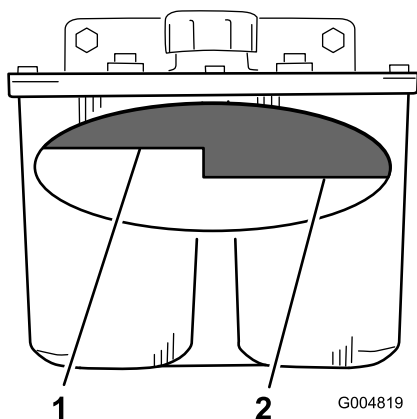

Figura 76
4. Limpie alrededor del cuello de llenado del depósito de aceite hidráulico (Figura 76).
5. Retire el tapón del cuello de llenado. Mire dentro para ver si hay fluido en el depósito (Figura 76).
Nota: El nivel de fluido debe llegar a la parte superior del nivel caliente del tabique cuando el fluido está caliente (Figura 76).